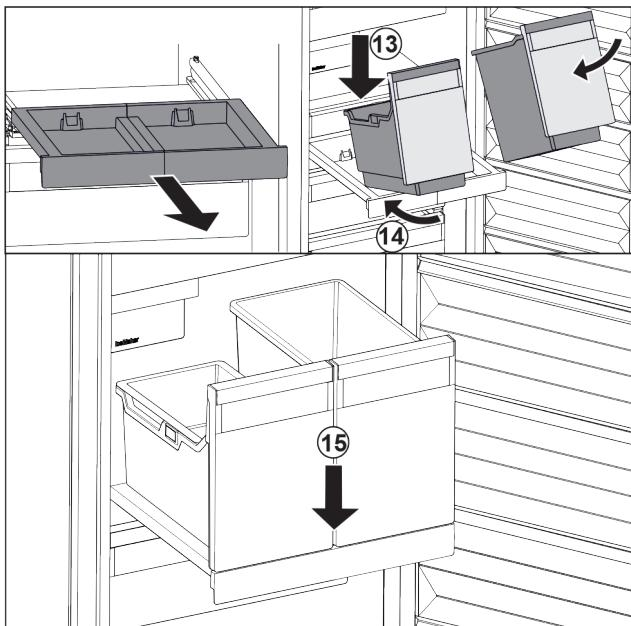

Fig. 90
- Nasadte nádobu šikmo na vysouvací desku. Fig. 90 (13)
- Zasuňte nádobu šikmo dozadu. Fig. 90 (14)
- Usadte vpředu nádobu. Fig. 90 (15)